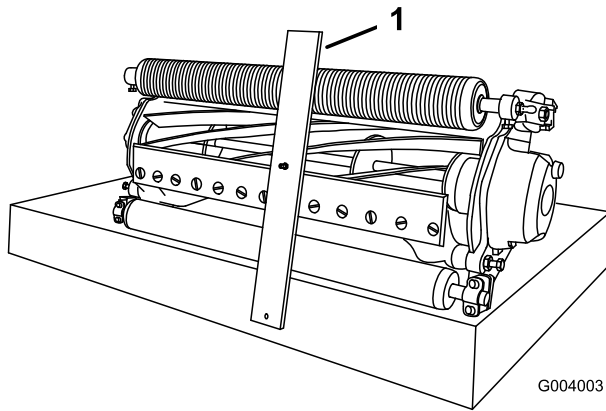

図 16
- ゲージバーのボルトの頭を下刃の先端に引っ掛け、バーの後端を後ローラに当てがう 図 16。